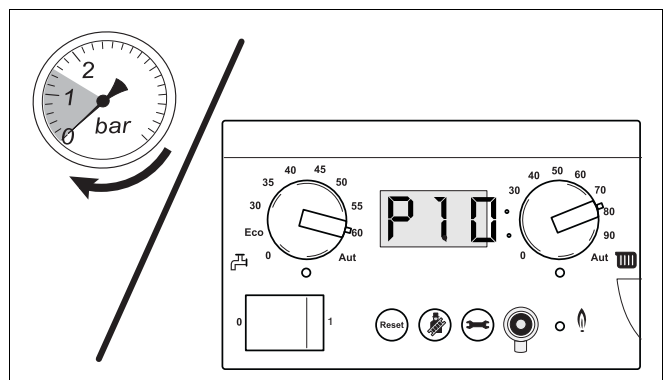

Fig. 68 Citiți afișajul de presiune
- Citiți aici presiunea la aparatul analog de măsurat presiunea de la grupul de racord sau de la tabloul de comandă (Fig. 68).
- Citiți din nou presiunea instalației de pe manometrul analog sau pe display-ul lui BC10 (Fig. 68). Dacă presiunea este sub 1,0 bar, procedura descrisă mai sus privind umplerea cu aer și aerisirea trebuie să fie repetată de câte ori este nevoie până ce presiunea dorită este atinsă și instalația de încălzire este fără aer.